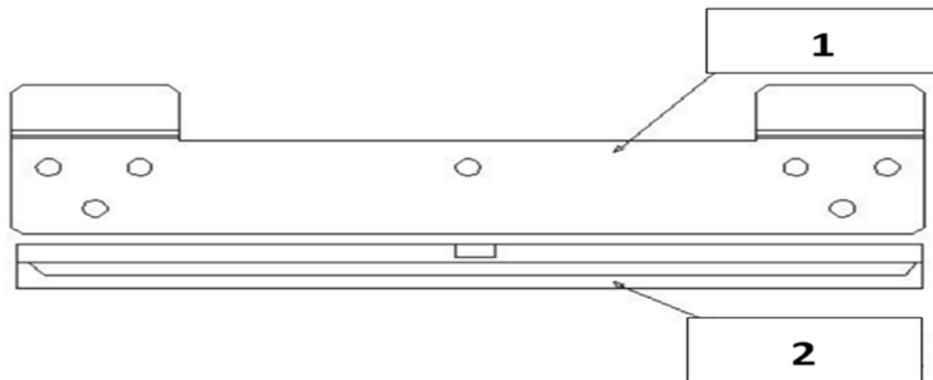

Imagen 5
1. Determine la posición de los orificios de la pared de acuerdo con la posición de instalación de la unidad interior y la posición de instalación de la unidad exterior; entre ellas, la posición del orificio de la placa de instalación de la unidad interior (como se muestra en la imagen 5), seleccione la adecuada posición para perforar (para fijar la placa de instalación) y luego use los tornillos correspondientes para asegurar la placa de montaje.